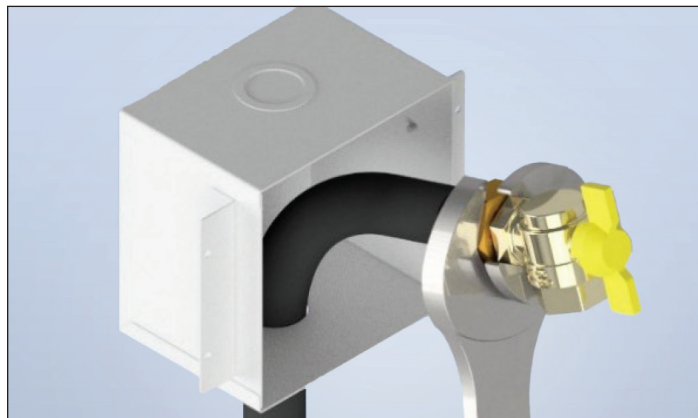

Figure 1-7
7. Vissez le robinet à boisseau sphérique 90° dans l'écrou. Serrez le raccord du TracPipe System aux valeurs de couple de serrage indiquées au Tableau 2 tout en vous assurant que la sortie du robinet soit face à l'avant, une fois le serrage terminé. Veuillez noter que le raccord du TracPipe System est conçu pour former un joint étanche sur le tube en acier inoxydable lors du serrage (figure 1-7).